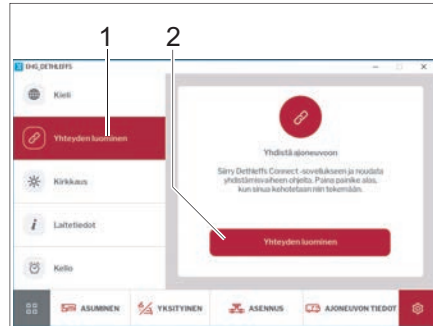

Bild 273 Anslutning med EHG-display
- Klicka på knappen *Anslutning* (Bild 273,1). En instruktion visas hur mobiltelefonen ansluts till fordonet.
- Klicka på knappen *Anslut* (Bild 273,1). Fordon och mobiltelefon är nu ihopkopplade.